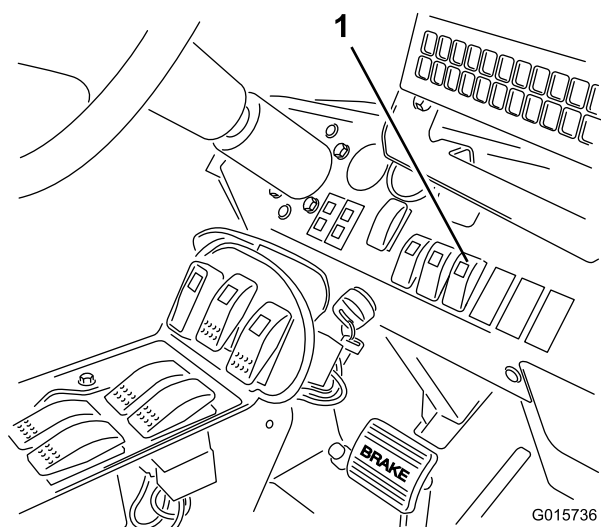

図 24
4. ダッシュボード上にあるソニックブームのスイッチを Auto にセットする (図 24)。